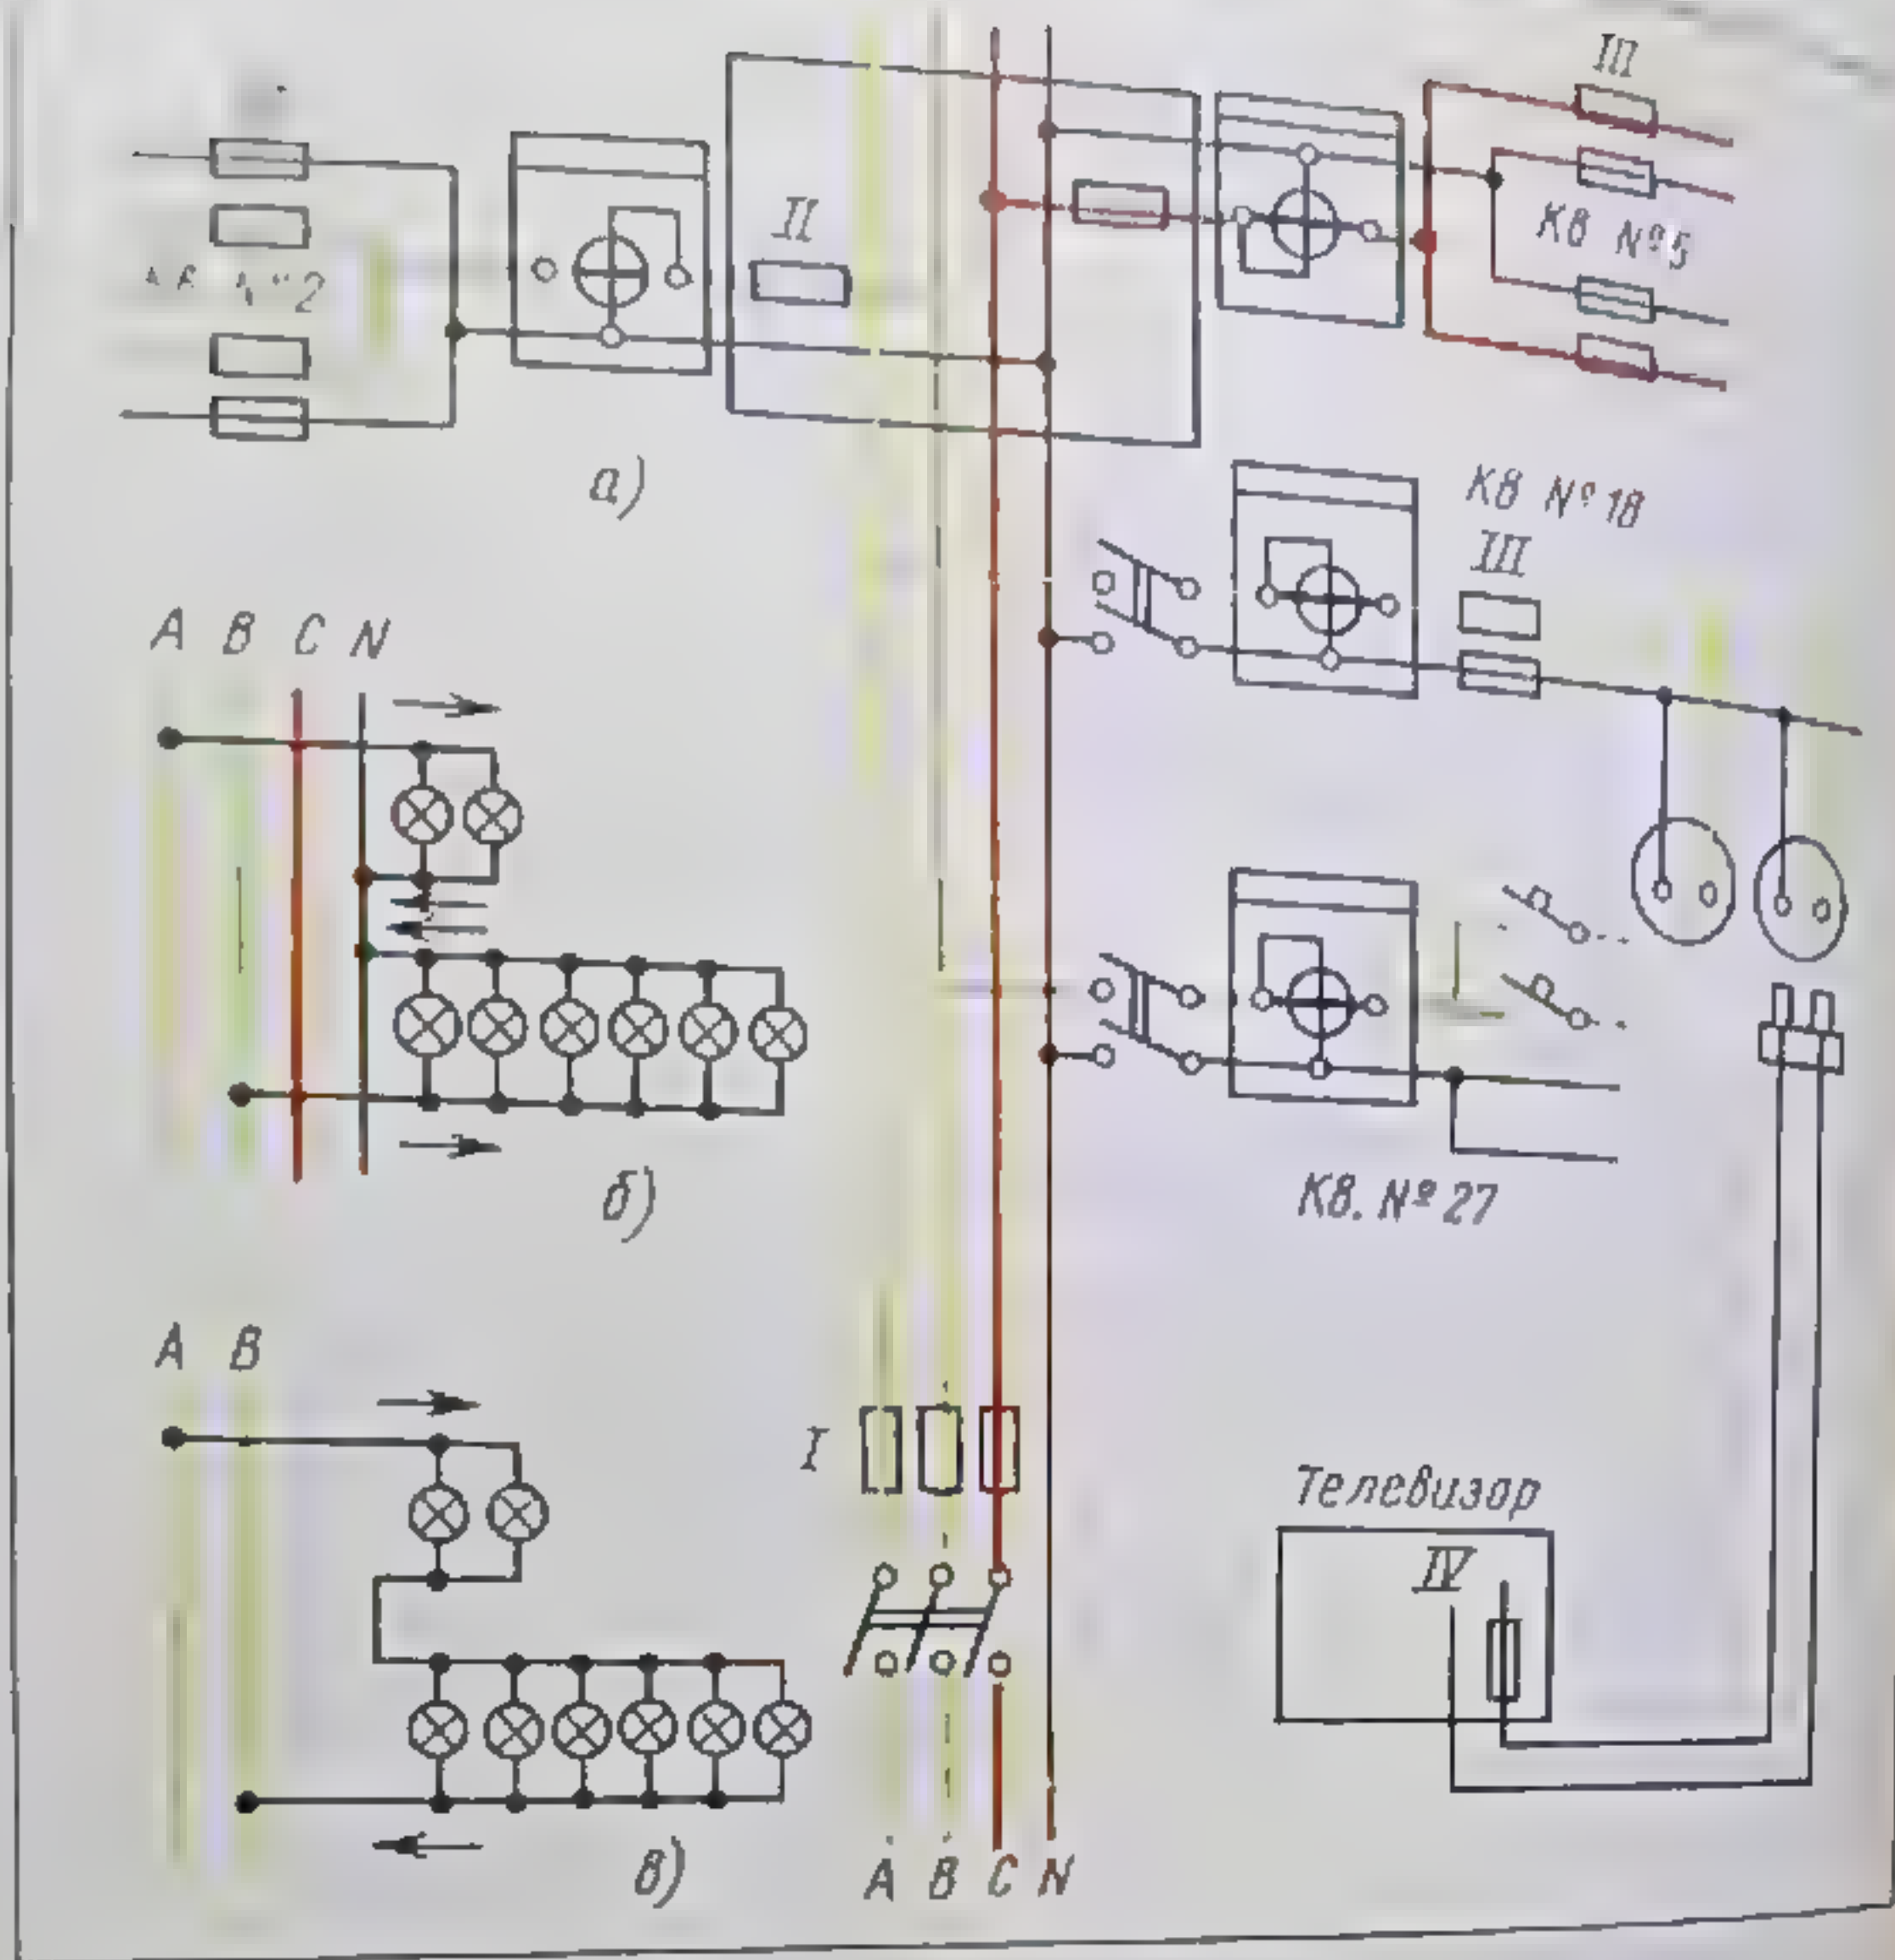

Рис. 47. Места установки предохранителей
Где ставят предохранители. В эксплуатации находится много старых электросетей. Да и новые электросети не всегда выполняются одинаково. Поэтому в каждом конкретном случае всегда на месте приходится разбираться в делении нагрузки на группы и выяснять, в каких местах схемы установлены предохранители и что входит в зону защиты каждым из них. Рисунок 47, а иллюстрирует наиболее распространенные варианты.
1. Предположим на мгновение, что в нейтральном проводе есть предохранитель и он исправен. Тогда, как показано на рис. 47, б, лампы нормально светятся при напряжении 220 В. Если же в нейтральном проводе предохранитель перегорает и, кроме того, фазы нагружены неравномерно, например к фазе А присоединены две лампы, а к фазе В — шесть, то две лампы окажутся соединенными последовательно с шестью (рис. 47, в) и междуфазное напряжение 380 В разделится между ними пропорционально их эквивалентным сопротивлениям. При этом, если лампы одинаковы, на шесть ламп придется 95 В, а на две — 285 В и они могут перегореть.